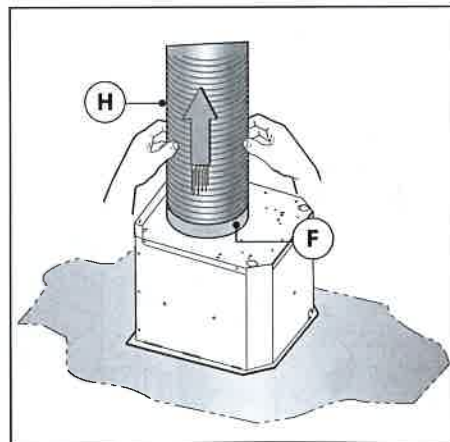
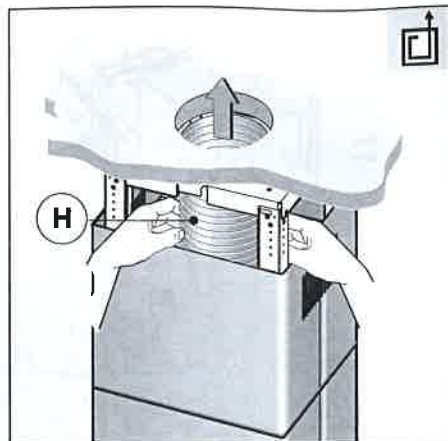

Fig.8
Fig.12
•Versione aspirante: fissare il tubo di evacuazione aria **H** (non in dotazione) sulla flangia di raccordo **F** (Fig.8). Fissare il tubo flessibile al foro di evacuazione aria predisposto (Fig.12).
-Fissare il tubo di evacuazione aria **H** (non in dotazione) sulla flangia di raccordo **F** (Fig.8).